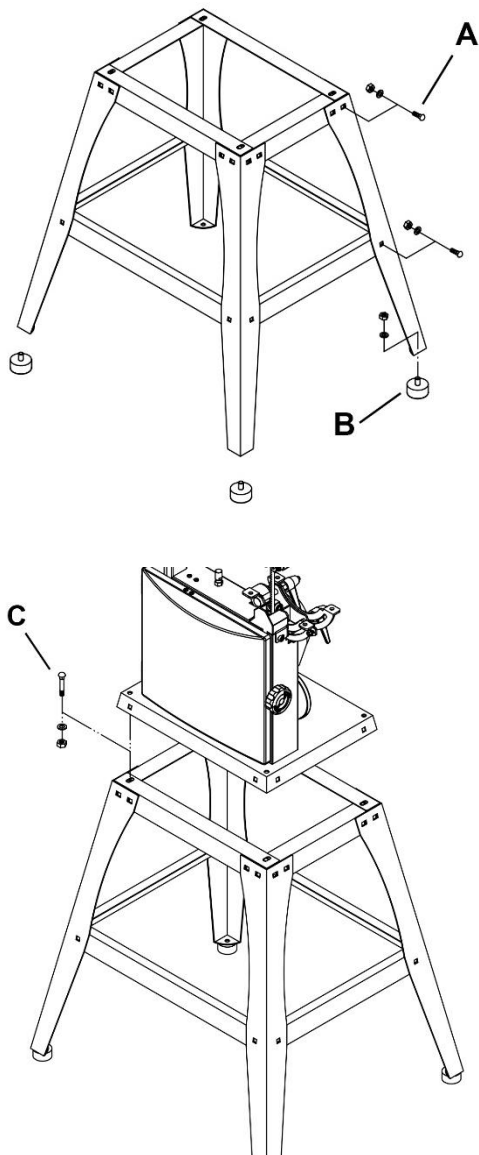

Рисунок 2
- Прикрепите уголки рамы и поперечины к ножкам с помощью болтов М8Х16 (А, рис. 2), плоских шайб 8 мм и шестигранных гаек М8 согласно рисунку ниже, но пока не затягивайте гайки.
- Прикрепите по одной опоре (В, Рис. 2) к каждой ножке станка и закрепите их при помощи 8 мм плоских шайб и шестигранных гаек М8.
- Установите станок на станок и закрепите его при помощи болтов М8х55 (С, Рис. 2), 8 мм плоских шайб и шестигранных гаек М8.